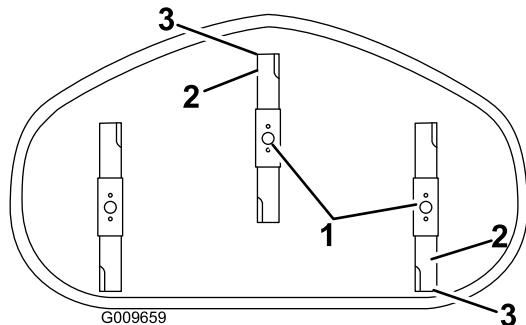

Figure 53
- Faites pivoter les lames avec précaution pour faire passer les pointes avant à l'arrière (Figure 53).
- Mesurez la distance entre la pointe de la lame avant et la pointe de la lame arrière par rapport à la surface plane (Figure 53). Si la pointe avant de la lame n'est pas de 1,6 à 7,9 mm (1/16 à 5/16 po) plus basse que la pointe arrière, réglez le contre-écrou avant.
réglage de l'écrou jusqu'à ce que la pointe avant de lame soit de 1,6 à 7,9 mm (1/16 à 5/16 po) plus bas que la pointe arrière (Figure 53).